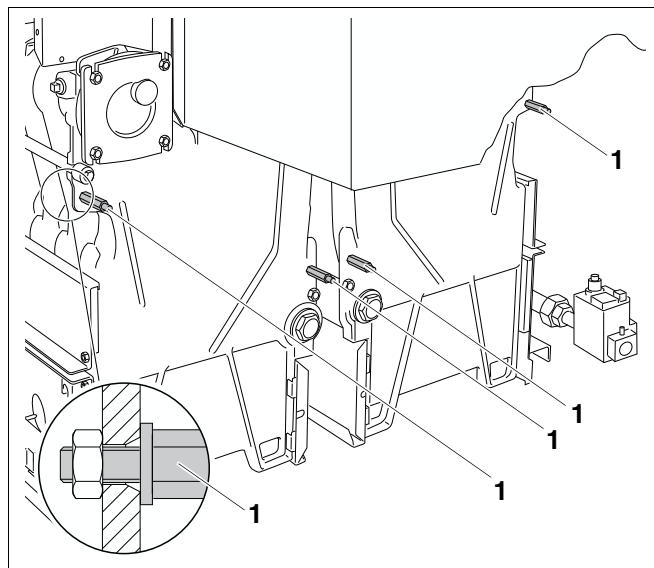
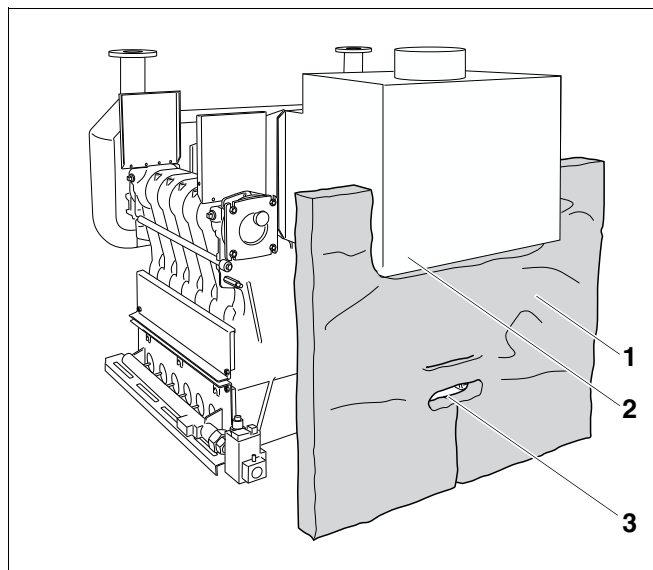

Рис. 45 Установка распорных шпилек
Рис. 46 Прижать теплоизоляцию задней стенки
- Установить четыре распорных шпильки М8 х 75 (рис. 45, поз. 1) для крепления задних стенок (гайка с напрессованной шайбой сзади, подкладная шайба спереди).
Для правильного расположения теплоизоляции задней стенки (рис. 46, поз. 1) соблюдайте следующее:
- Вырез (рис. 46, поз. 2) в теплоизоляции должен быть направлен к коллектору дымовых газов.
- Вывести распорные шпильки (рис. 45, поз. 1, стр. 41) через прорезы в теплоизоляции (рис. 46, поз. 1) так, чтобы они были свободны.
- В нижней прорези (рис. 46, поз. 3) должны находиться незакрытыми нижние ступицы котла.
- Светлая сторона теплоизоляции задней стенки (рис. 46, поз. 1) должна быть направлена к блоку котла.
- Прижать теплоизоляцию (рис. 46, поз. 1) к задней стороне котловых блоков.